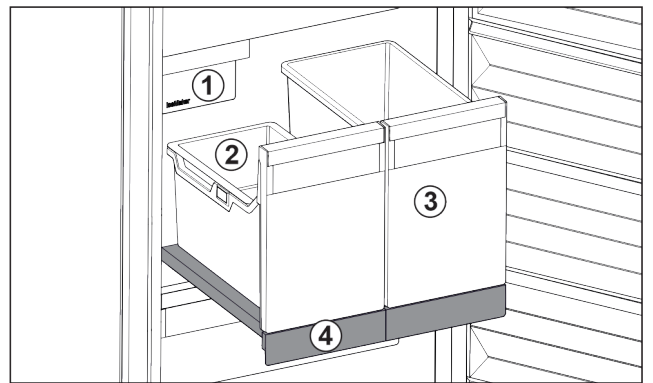

Fig. 117 Auszugsbord mit IceTower
- (1) IceMaker
- (2) Einhängeschale für Eiswürfel
- (3) Behälter für z. B. Pizza, alkoholische Getränke
- (4) Auszugsbord
Auf dem Auszugsbord sind zwei hohe Behälter (IceTower). Im Behälter Fig. 117 (2) werden Eiswürfel aus dem IceMaker gesammelt und gelagert. Behälter Fig. 117 (3) eignet sich für die Lagerung von hohen Lebensmitteln wie Pizzen oder alkoholischen Getränken.